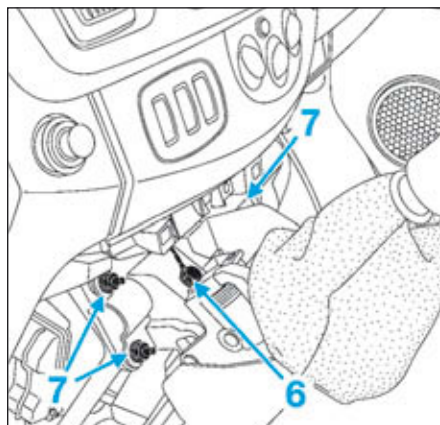

FIG.51
- Déposer (Fig.51) :
- la vis (6) de masse du boîtier de levier de vitesses.
- les écrous (7) du boîtier.